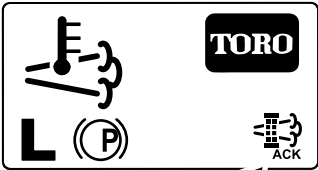

Figure 61
8. L'InfoCenter affiche l'écran d'accueil et l'icône de confirmation de la régénération (Figure 61) apparaît en bas à droite de l'écran pendant le processus de régénération.